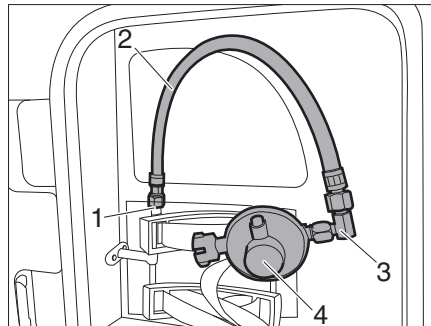

Figure 65 Tuyau de gaz avec régulateur de pression de gaz
- Visser le raccord angulaire (Figure 65,3) sur le tuyau de gaz (Figure 65,2).
- Visser le régulateur de pression de gaz (Figure 65,4) sur le raccord angulaire.
- Visser le tuyau de gaz (Figure 65,2) avec le régulateur de pression de gaz sur la tubulure (Figure 65,1).